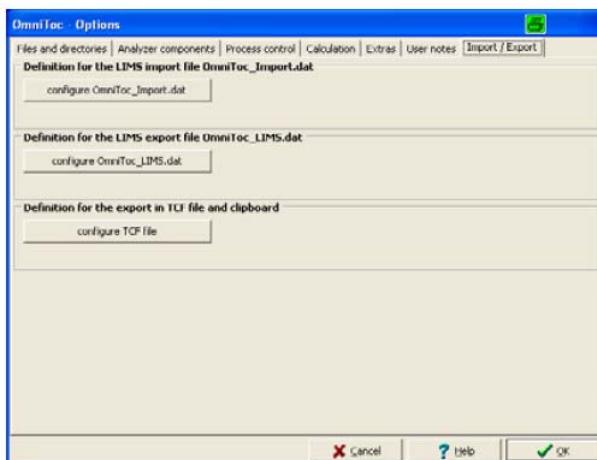

图69 Options (选项) ——Import/Export (导入/输出) 选项卡
Import/Export (导入/输出) 选项卡 (图69和5.13.2)
1. 选择**Configuration>Options** (配置>选项) , 在**Options** (选项) 窗口选择**Import/Export** (导入/输出) 选项卡 (图69)